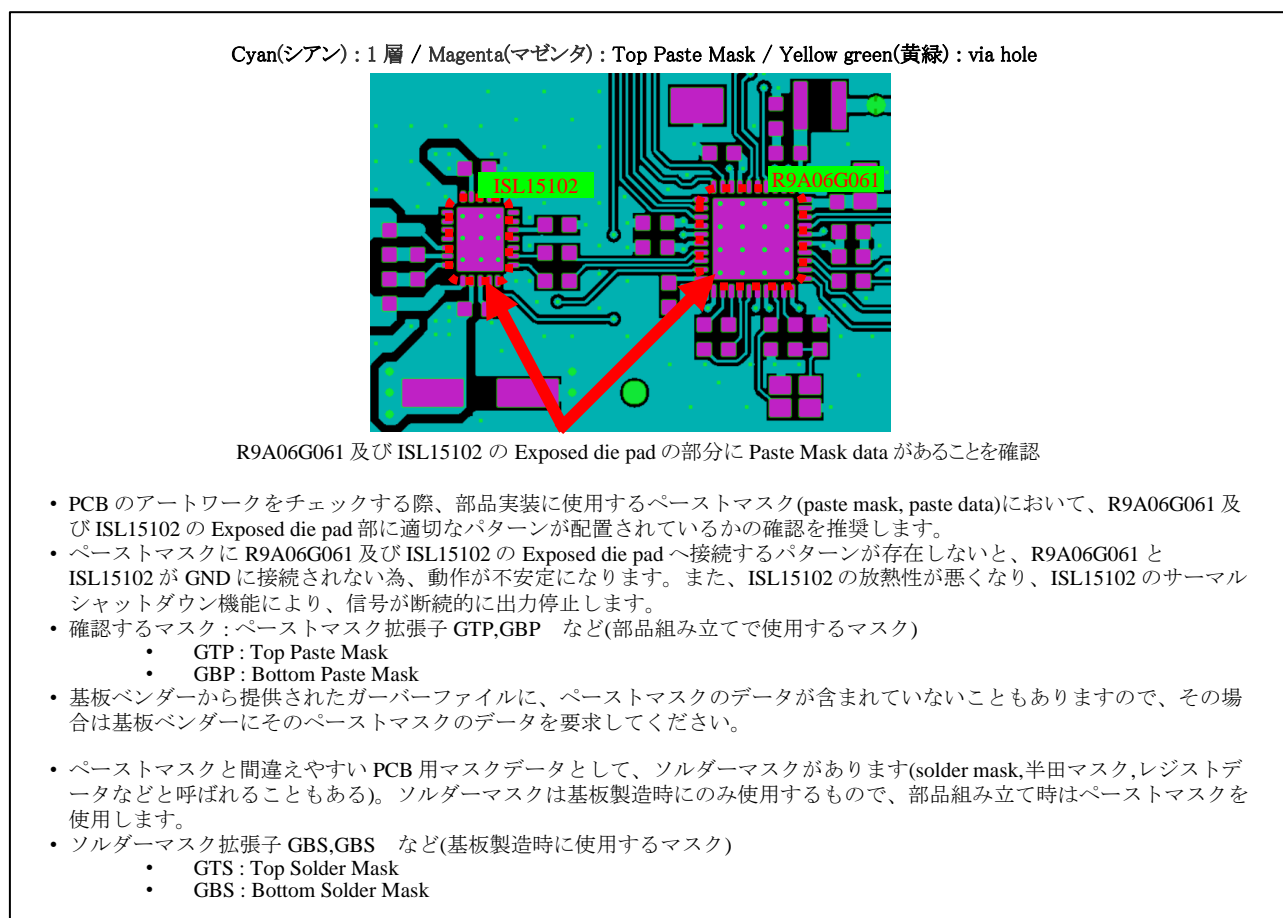

Figure 5-6 部品実装に使用するペーストマスク(paste mask, paste data)の確認例
- PCB のアートワークをチェックする際、部品実装に使用するペーストマスク(paste mask, paste data)において、R9A06G061 と ISL15102 の放熱用 exposed die pad 部に適切なパターンが配置されているかを確認することを推奨します。(詳細は Figure 5-6 を参照してください)